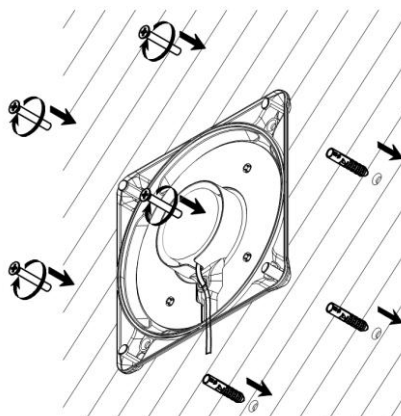

Рисунок 6 – Монтаж светильника на поверхность.
- 5.4.3. Установите светильник на заранее подготовленной плоской поверхности при помощи четырех винтов (Рисунок 6). При этом необходимо, чтобы кабель находился в специальном пазе на задней крышке светильника.